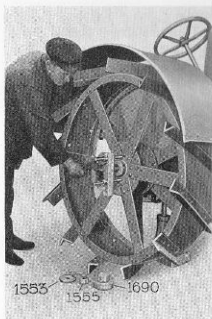

Fig. 86.
Drivhjulen (se fig. 86) äro fastskruvade på de koniska drivhjulsaxlarna medelst muttrarna (1555), som låsas av kapslarna (1690). Då hjulen skruvas upp på drivhjulsaxlarnas konor, sammanpressas samtidigt fjäd- rarna (1552), som därvid klämma fast kullagren.
Demontering av drivhju- len visas i fig. 86.
2. Drivhjulen demonteras (se fig. 86).